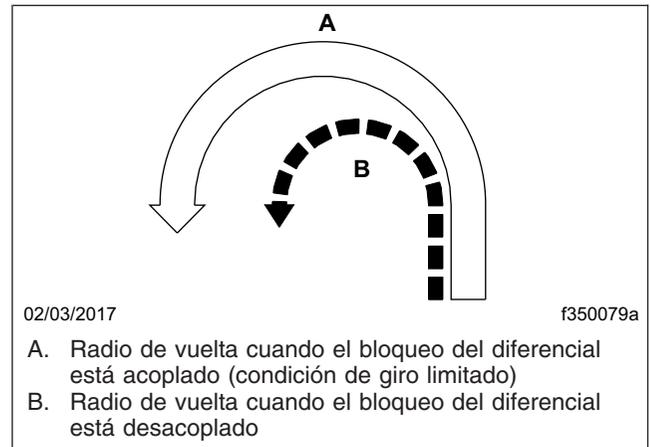

Figura 15.3, Radios de vuelta
3. Conduzca con prudencia y no exceda las 25 mph (40 km/h). Cuando el diferencial esté completamente bloqueado, el radio de vuelta aumentará ya que la reacción del vehículo a la dirección será inferior a lo normal. Vea la Figura 15.3.